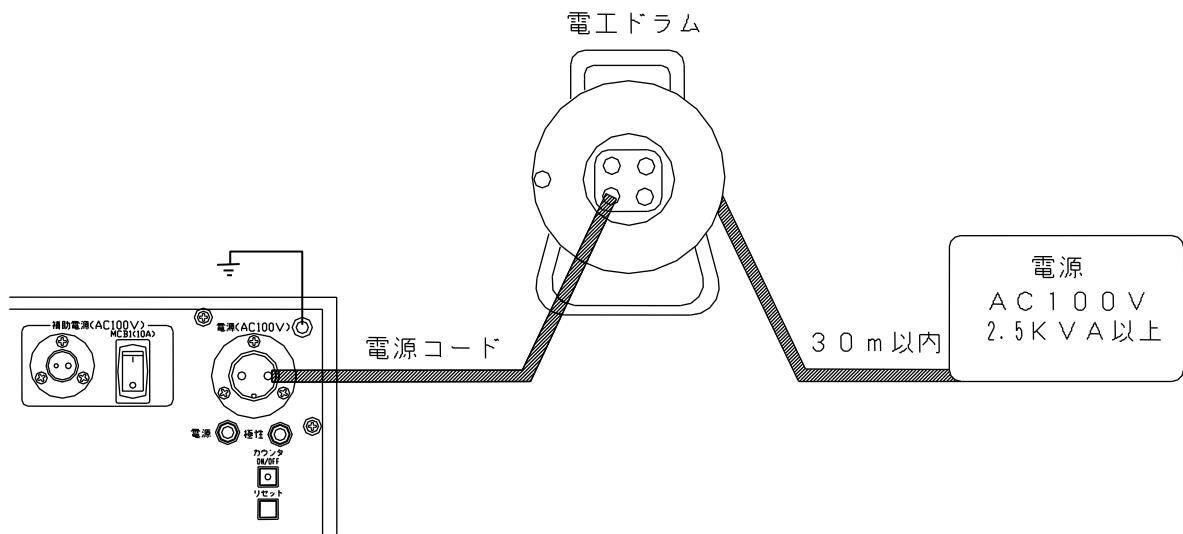

図1：電源の供給方法
1. 試験装置の電源を準備します。商用電源又は、発電機（2.5kVA以上）でコードリールは30m以内にし、ドラム内に巻き残しのないようにすべて引き出して下さい。（図1）コードリール等を多く使用すると、電源のインピーダンスが高くなるため大きな電流が output できない場合があります。又、AUTOモードの場合は、設定電流が output できなくなります。